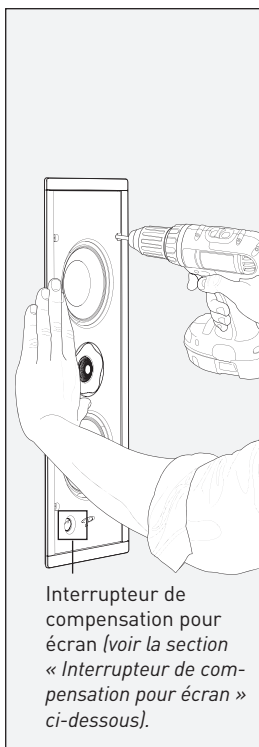

Fig. 1e
- 4) En soutenant le montage d'une main, serrez chaque vis (Fig. 1e). Arrêtez de serrer lorsque vous sentez une résistance. Interrupteur de compensation pour écran (voir la section « Interrupteur de compensation pour écran », à la page 7).